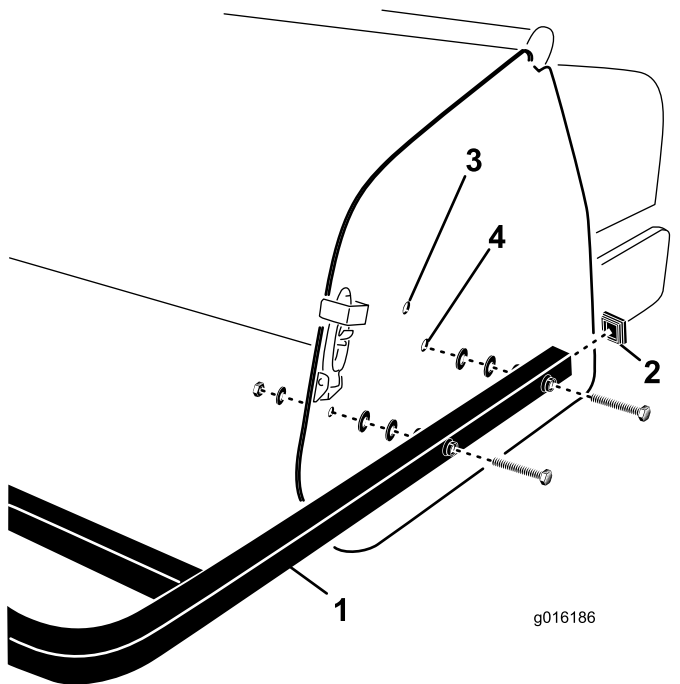

図 31
1. 後ガードチューブの端部にエンドキャップを取り付ける 図 31。
2. 後ガード取り付けチューブの穴を、エアレータのサイドプレートの穴に合わせる 図 31。
3. ガード取り付けチューブを、サイドプレートに取り付けるねじ4本、平ワッシャ、ナットを利用する 図 31。